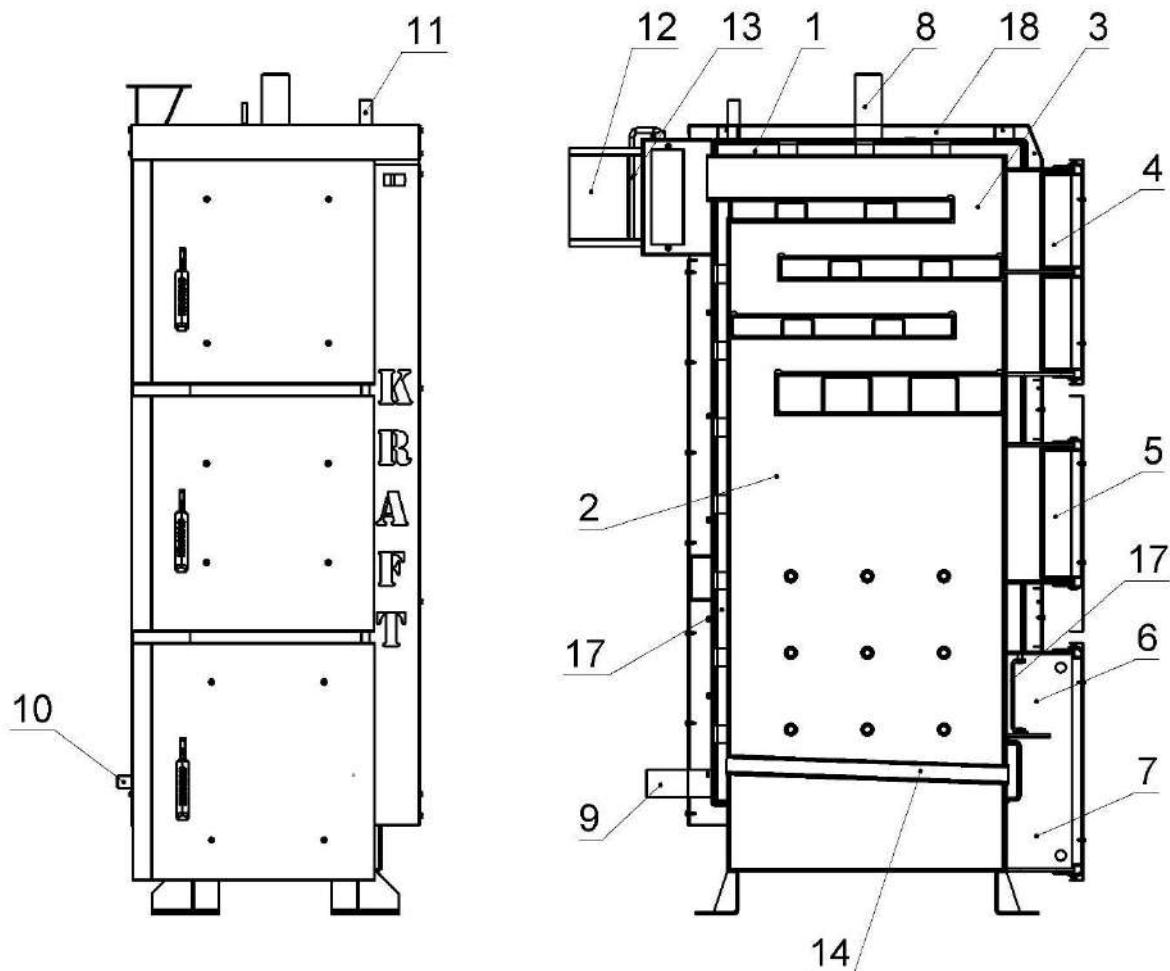

Рисунок 5.1 – Зовнішній вигляд та основні елементи котла типу КТ
Конструктивно котел являє собою збірно-зварену конструкцію, що складається з корпуса (поз. 1, рис. 5.1) з камeroю згоряння (топкою) (поз. 2, рис. 5.1). Над топкою розташована конвекційна частина котла (поз. 3, рис. 5.1), що являє собою високоефективний чотирьохходовий теплообмінник.
Корпус котла виконаний в формі паралелепіпеду з подвійними стінками, які розділені водними перегородками (поз. 17, рис. 5.1). На зовнішній поверхні корпуса під декоративною обшивкою закріплена теплова ізоляція (поз. 18, рис. 5.1). Паливо для процесу спалення завантажується на колосникові грати (поз. 14, рис. 5.1) крізь завантажувальні дверцята (поз. 5, рис. 5.1). Колосникові грати виконані з товстостінних безшовних труб по яких постійно циркулює вода з водяної оболонки котла, що унеможливило їх прогорання. Згоряння палива в топці відбувається за участю повітря, яке постачається під колосникові грати припливним вентилятором. Кількість повітря, необхідного для процесу згоряння, регулюється автоматично блоком автоматики управління.
Підведення і відведення теплоносія здійснюється відповідно через патрубки зворотної мережної води (поз. 9, рис. 5.1) і прямої мережної води (поз. 8, рис. 5.1).
Топочні гази виходять у димохід крізь боров (поз. 12, рис. 5.1), розташований у задній частині котла. Боров обладнано вбудованим дросельним клапаном продуктів згоряння – шибером (поз. 13, рис. 5.1). У випадку надто високої тяги у димоході шибер дає можливість її знизити шляхом часткового перекривання вихідного отвору борова.
У верхній частині корпуса котла розташований штуцер для встановлення групи безпеки котла (поз. 11, рис. 5.1).
На бічній стінці корпуса у нижній її частині розміщено штуцер для зливу води з котла (поз. 10, рис. 5.1).
- дверцята для періодичного обслуговування (чищення) конвекційної частини котла (поз. 4, рис. 5.1);
- ревізійний дверцята (поз. 6, рис. 5.1) для періодичного чищення колосникових грат;
- дверцята зольника (поз. 7, рис. 5.1) для можливості спорожнення зольника.